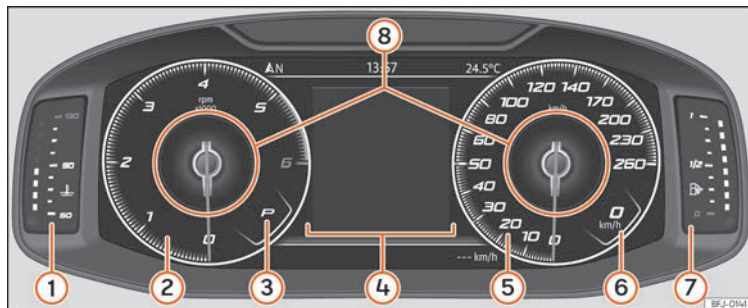

Fig.75 SEAT Digital Cockpit en el tablero de instrumentos (vista clásica).
En la *Vista Clásica* y en *Semicircular watches* se tiene la posibilidad de personalizar la información que aparece en **Perfiles de información** » fig. 75 ⑧.
» fig. 75.